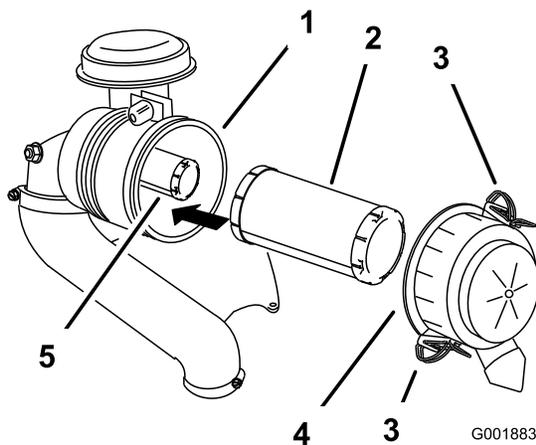

図 45
2. エア・クリーナのラッチを外し、ハウジングからカバーを外す（図 45）。
2. 安全フィルタを交換する場合には、十分に注意しながら、フィルタのボディに挿入する(図 45)。
3. 1次フィルタをゆっくり押し込むようにして安全フィルタの上から取り付ける(図 45)。
5. 上下方向を確認、**up**と書いてある方を上に向けてエア・クリーナ・カバーを正しく取り付け、ラッチを掛ける(図 45)。
4. 1次フィルタをゆっくり引き抜くようにしてエア・クリーナのハウジングから外す(図 45)。